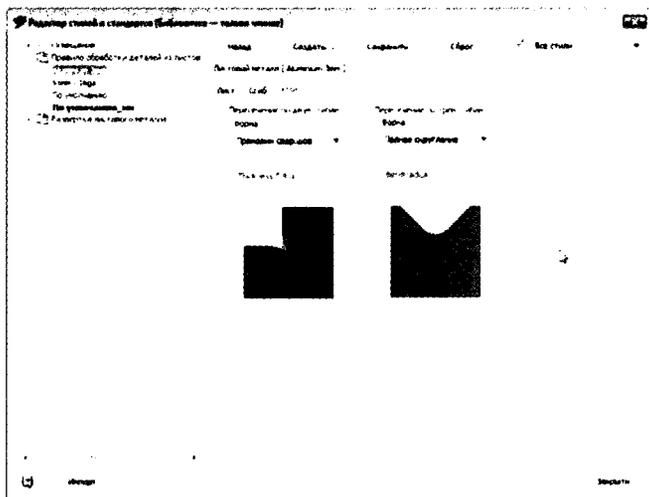

Рис. 10.4. Вкладка Угловая просечка управляет тем, как материал будет удален в углах
10. Измените **3 Сгиб по пересечению**, форму просечки на **Полное скругление**. См. рис. 10.4.